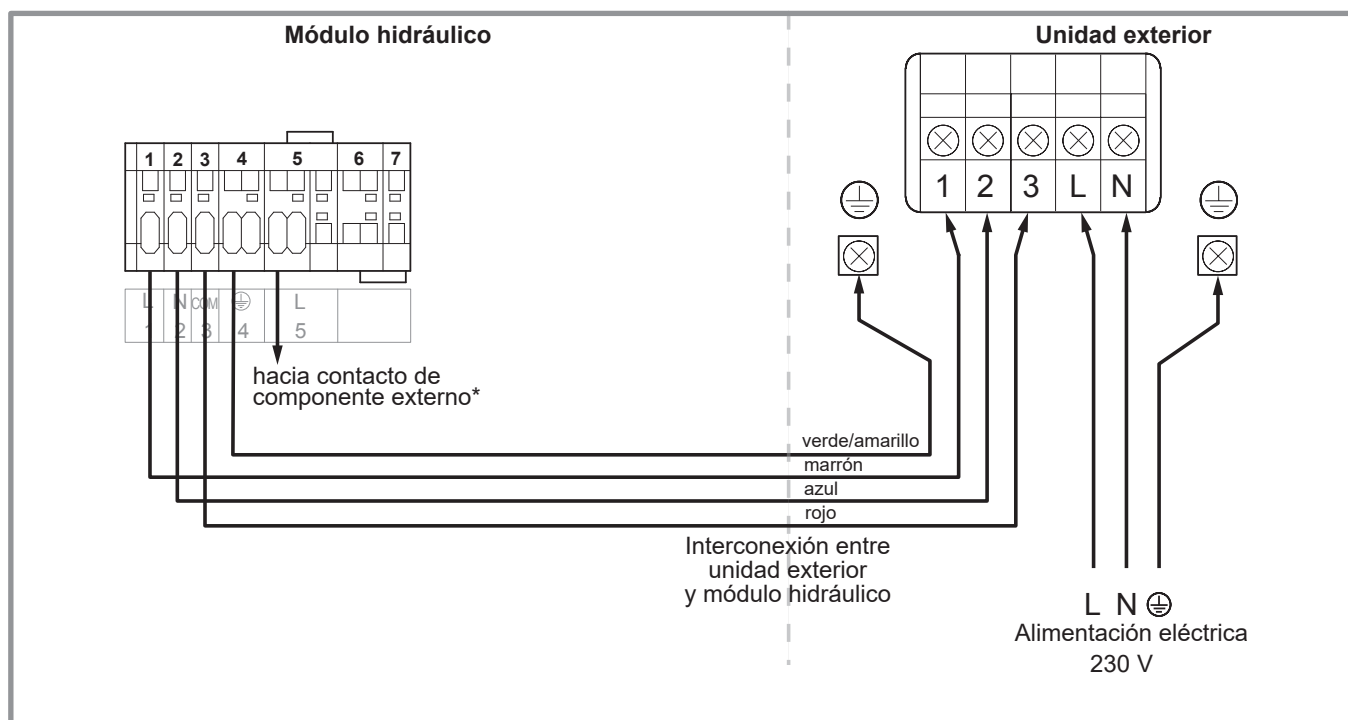

figura 38 - Conexiones a las regletas y relés de potencia
- Realice las conexiones según el esquema figura 38, página 42.
- Realice las conexiones según el esquema **figura 38, página 42.**
- Realice las conexiones según el esquema figura 38.